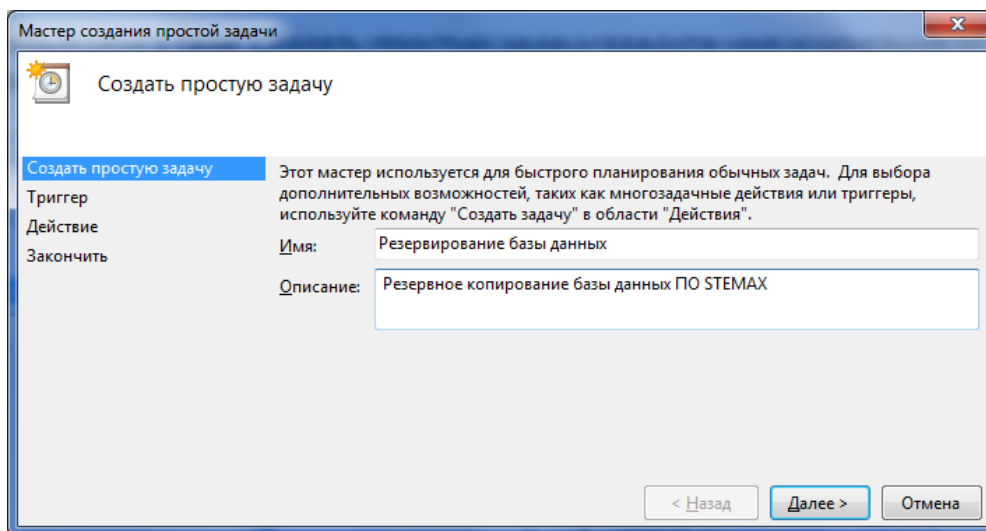

Рисунок 9.29 — Ввод имени и описания задания
- В открывшемся окне *Создать простую задачу* введите имя и описание этого задания и нажмите кнопку *Далее* (см. рисунок 9.29).